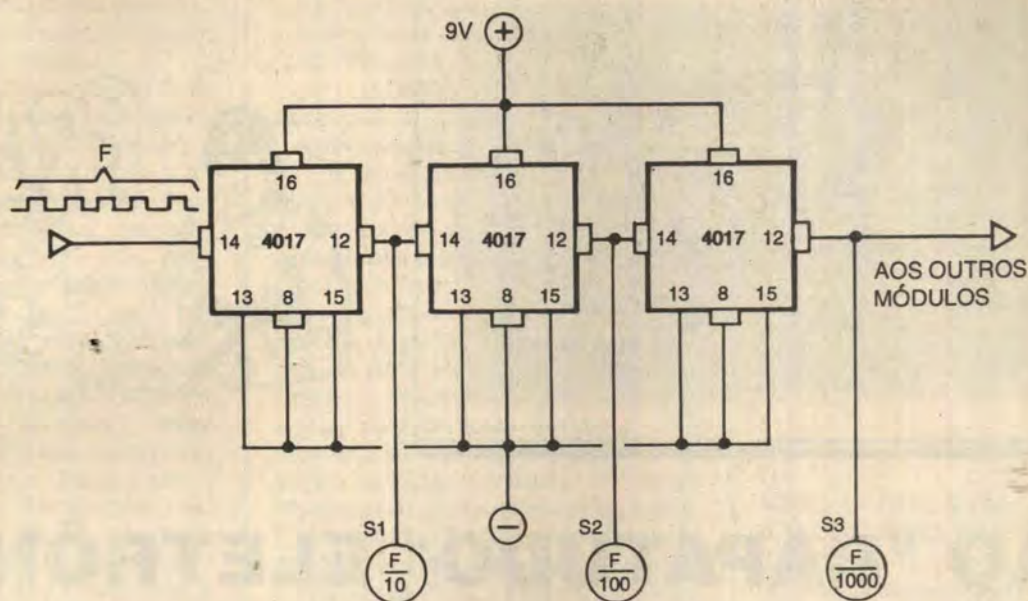

FIG. 11
- FIG. 11 - USANDO INTEGRADOS 4017 PARA OBTER MÚLTIPLAS E PROGRESSIVAS DIVISÕES POR 10...